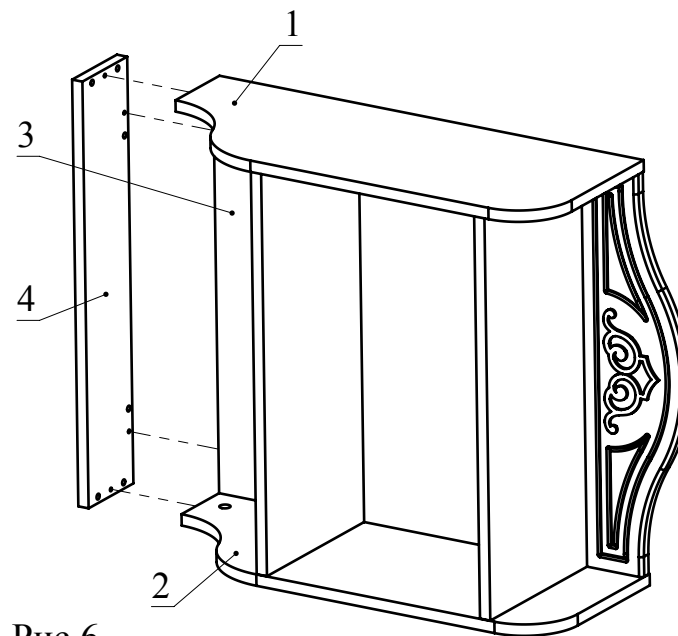

Рис.6
4. Соедините деталь 4 с деталями 1, 2, 3 и затяните головки минификсов (Рис. 6).